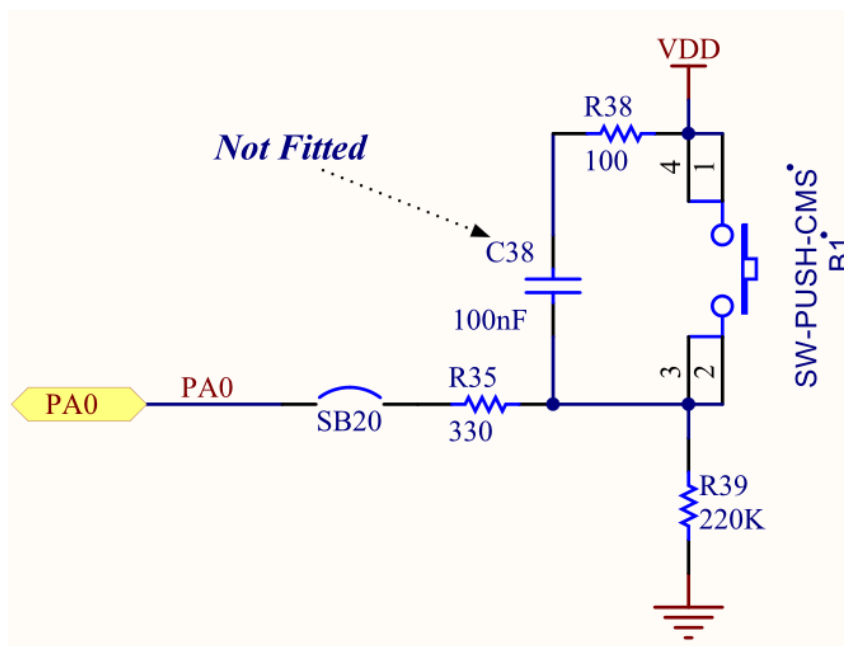

Рисунок 5 – Схема кнопки на отладочной плате (Всю схему смотрите в документации к плате **stm32f4Discovery_UserManual.pdf**)
- инициализировать кнопку, расположенную на выводе **PA0** (Рисунок 5);